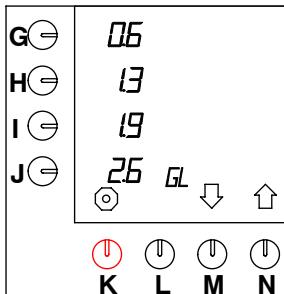

Fig. 29 Cambio de las teclas de selección preprogramadas para galones
- Mantenga apretada la tecla de programación (N.)↑ hasta que en el display aparezca fig. 29 .